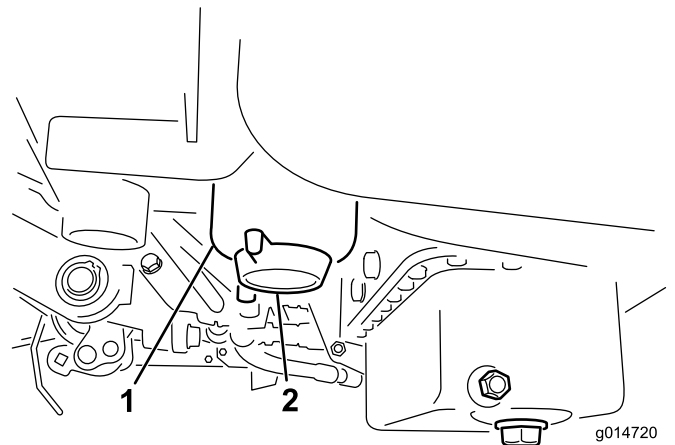

図 45
2. フィルタ容器（図 45）の周辺をウェスできれいにぬぐう。
4. フィルタの j ドレン・プラグを開く（図 45）。